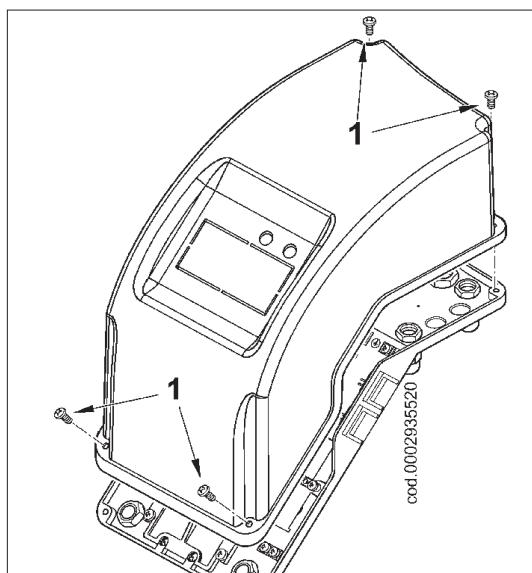

Рисунок 1
- 1) Для моделей с однофазным питанием поместите два разъёма, 7-штырьковый и 4-штырьковый, в соответствующие гнёзда, расположенные под цоколем электрического щита, изображённого на рис. 1.
- 1) Открутите 4 винта (1) и снимите крышку (см. рис. 1). Так будет получен доступ к горелке.